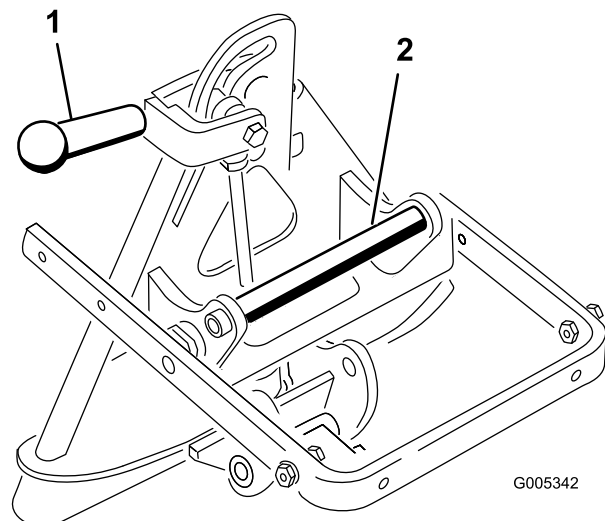

Figura 8
1. Ruotate la leva di bloccaggio verso sinistra (vista dal retro della macchina) per sbloccare gli adattatori (Figura 8).
3. Afferrate la maniglia dell'adattatore e sollevatelo mentre lo riportate sull'accessorio con un movimento di rotazione (Figura 8).